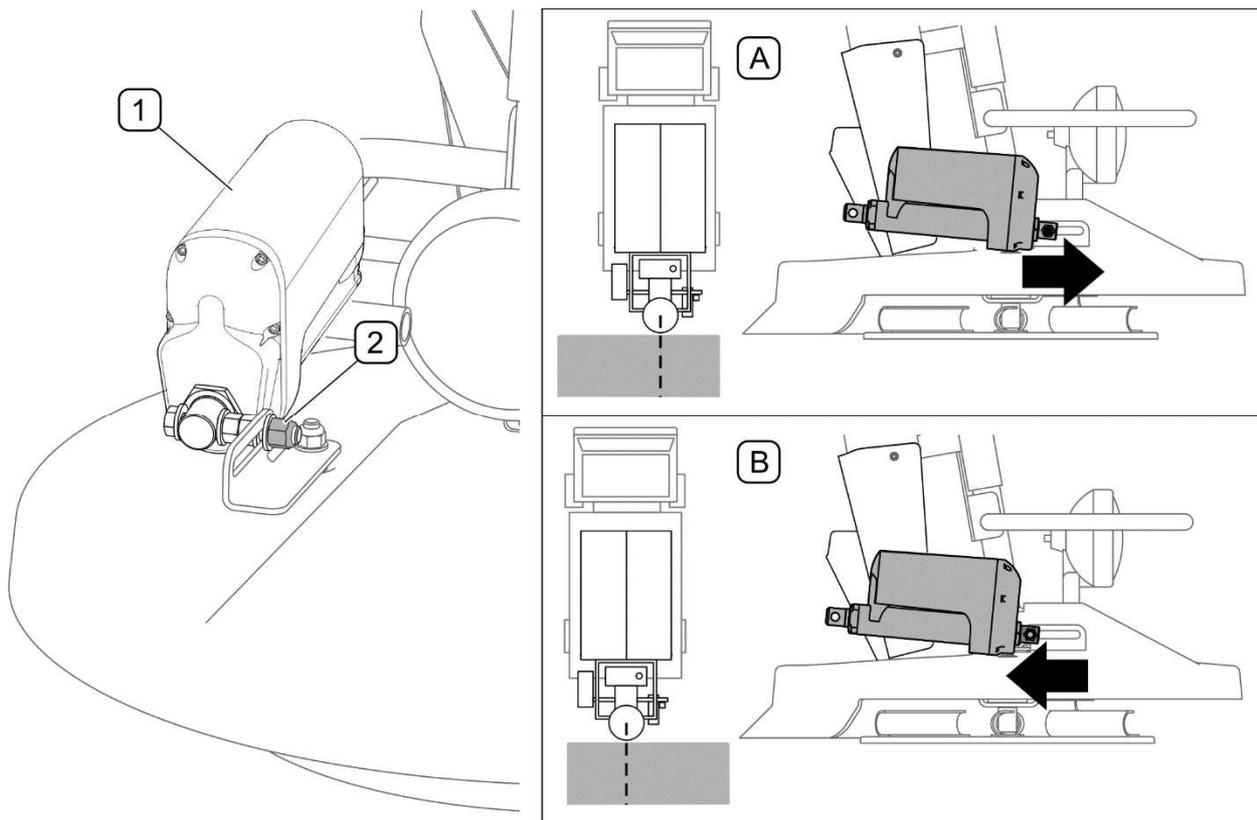

ABBILDUNG 5.13 Einstellen des Streumechanismus
(1) - Elektrozyylinder für die Einstellung der Streurichtung; (2) - Mutter; (A) - Streuung zu weit nach links verschoben, (B) - Streuung zu weit nach rechts verschoben,
Bei der Einstellung des Streumechanismus muss am Steuerpult die Symmetrie der Streuung auf eine Breite von 4 m eingestellt werden. Den Streuvorgang einschalten und eine kurze Strecke mit konstanter Geschwindigkeit zurücklegen. Das Fahrzeug anhalten und das Streuergebnis überprüfen. Wenn die Streuung nach links und rechts nicht gleich ist, muss der Elektrozyylinder (1) für die Streurichtung (ABBILDUNG 5.13) wie folgt eingestellt werden:
- Die Mutter (2) lösen,
- Den Elektrozyylinder (1) nach vorne verschieben, wenn die Streuung zu weit nach links verschoben ist (A).
- Den Elektrozyylinder (1) nach hinten verschieben, wenn die Streuung zu weit nach rechts verschoben ist (A).
- Die Mutter (2) festziehen, eine Streuprobe durchführen und falls erforderlich die Einstellung wiederholen.